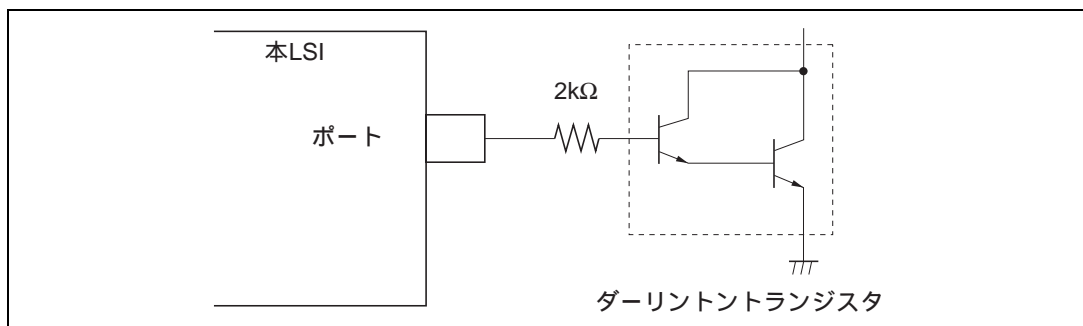
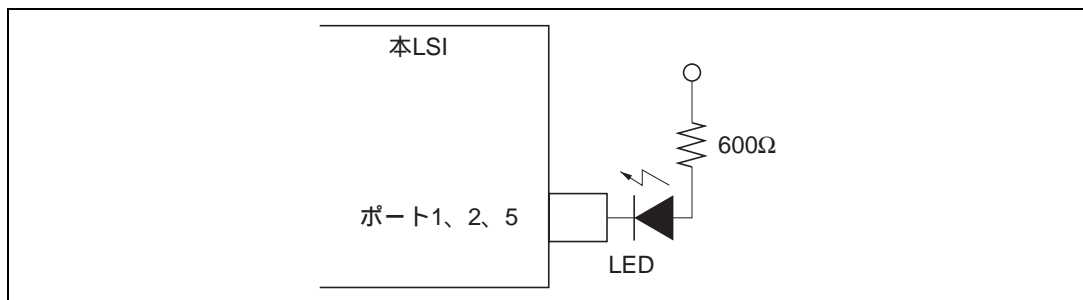

図 21.1 ダーリントントランジスタ駆動回路例
図 21.2 LED 回路例
2. ダーリントントランジスタや、LED を直接駆動する場合には、図 21.1、図 21.2 に示すように、出力に必ず電流制限抵抗を挿入してください。